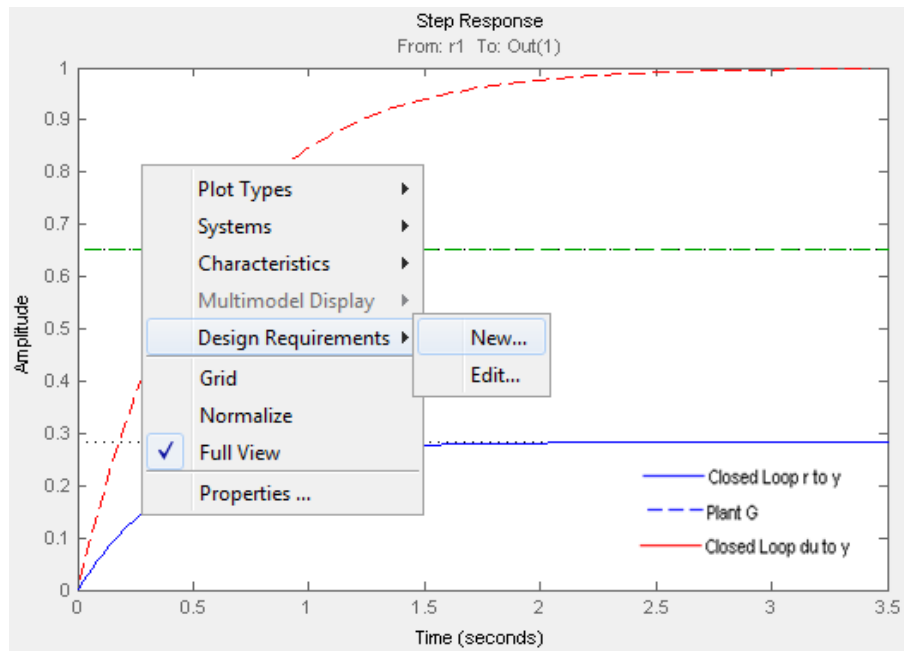

Figura 109. Esquema Agregar Requerimientos de Diseño.
- La herramienta permite configurar los parámetros de diseño deseados. Haga click derecho sobre la imagen de la Figura 109.
- En el menú emergente elija *Design Requirements* y luego de click en *New*, observe la Figura 109.